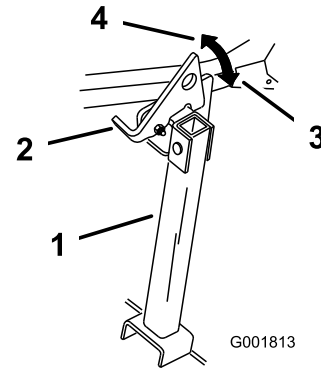

Bild 44
- Heben Sie den Riegel in die entsicherte Stellung an (Bild 44).